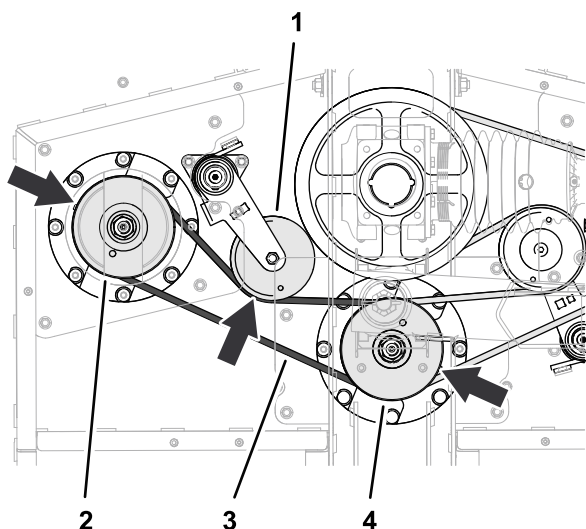

Figura 67
- Encaminhe a correia curta em torno da polia do eixo esquerdo e da ranhura inferior da polia do eixo central (Figura 67).
- Utilize uma barra disjuntora ou ferramenta semelhante para rodar o tensionador no sentido contrário ao dos ponteiros do relógio e passe a correia da polia por cima do tensionador (Figura 67).